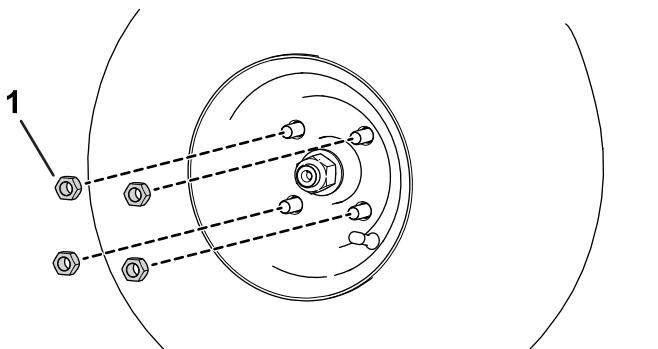

Bild 57
- A. Lösen und entfernen Sie die Radmuttern (Bild 57).
- B. Montieren Sie die Radmuttern (Bild 57).